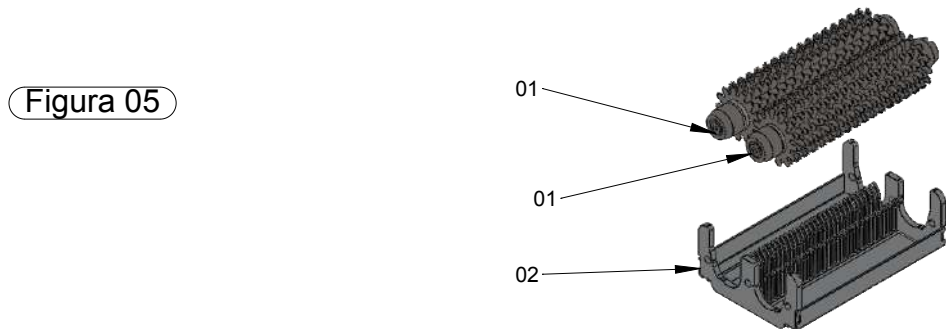

Figura 05
2.4.1 Coloque os rolos (item 01, figura 05) no mancal dos rolos (item 02, figura 05).